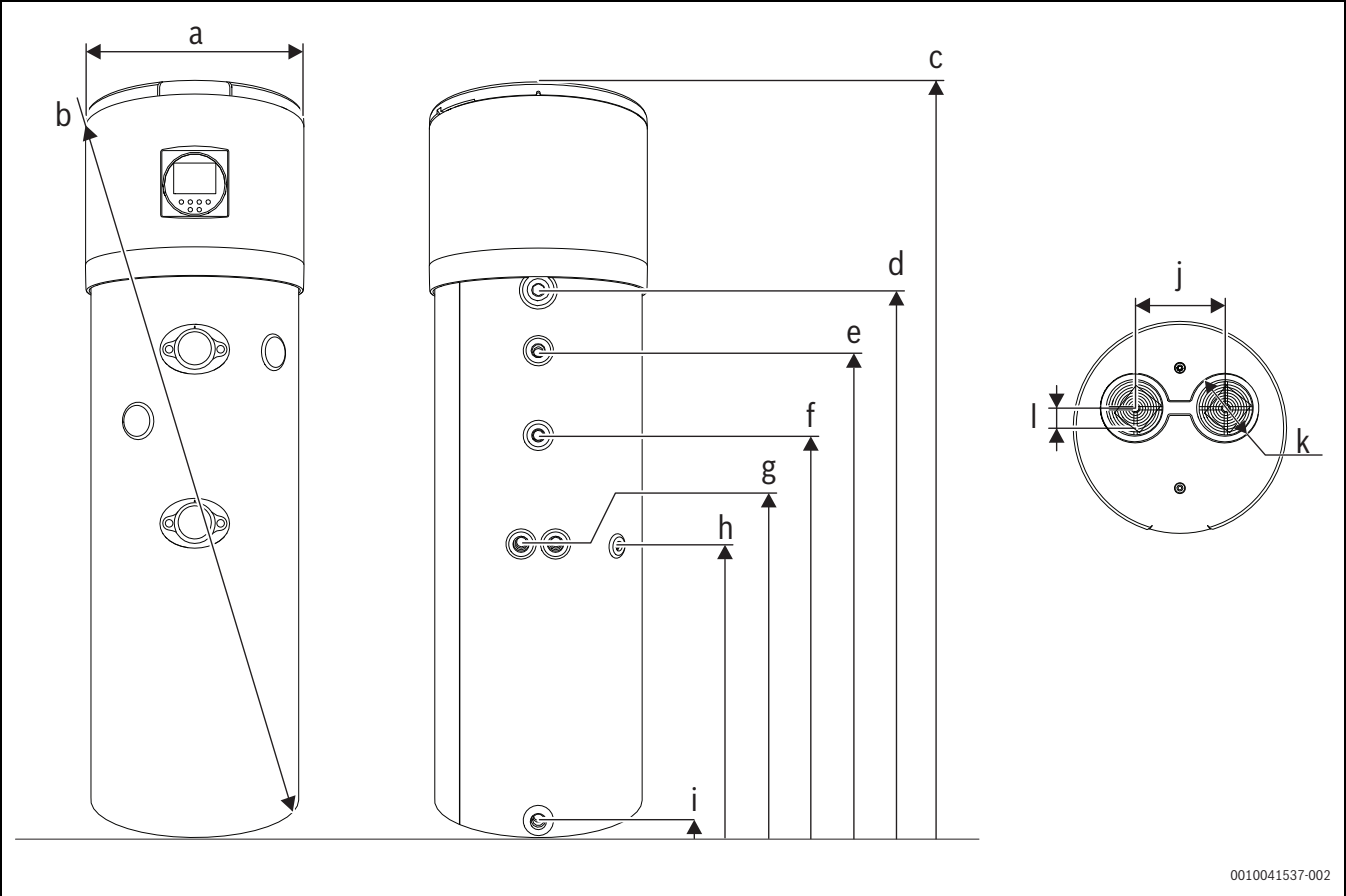

Bild 2 Geräteabmessungen
- ▶ Mindestabstände einhalten (→ Abb. 2, Seite 5 und Abb. 9, Seite 10).